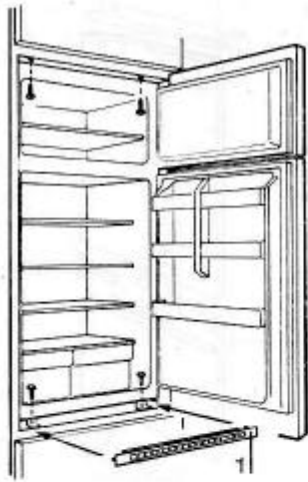

Fig. 8
- Bloquer l'appareil dans les parties supérieure et inférieure avec les vis se trouvant dans le sachet des accessoires puis appliquer par enclenchement la petite grille d'aération 1 (fig. 7). Si l'appareil est muni d'équerres de fixation latérale, agir comme suit (fig. 8).